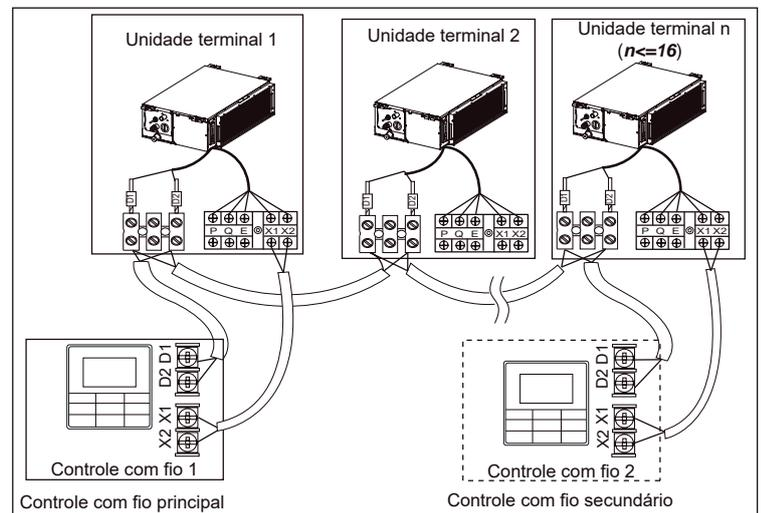

Figura 7.8
- Use 1 controle com fio para controlar várias unidades terminais ou 2 controles com fio (um principal e um secundário) para controlar várias unidades terminais (consulte a Figura 7.8);